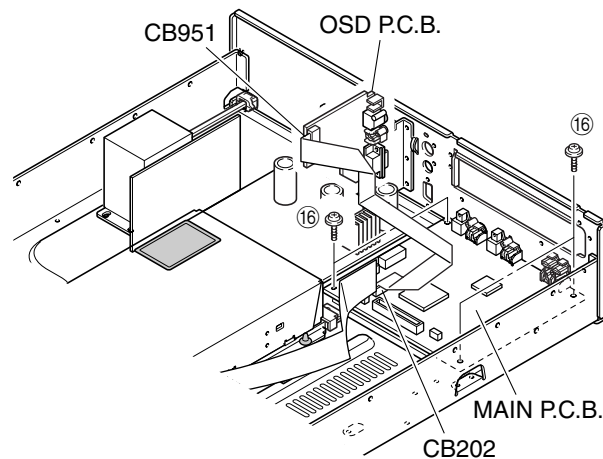

Fig. 18
- j. Remove the OSD P.C.B.. (Fig. 18)
- k. Remove 4 screws (16). (Fig. 18)
- m. Remove the MAIN P.C.B.. (Fig. 18)
- j. OSD P.C.B.を取り外します。(Fig. 18)
- k. ⑯のネジ4本を外します。(Fig. 18)
- m. MAIN P.C.B.を取り外します。(Fig. 18)